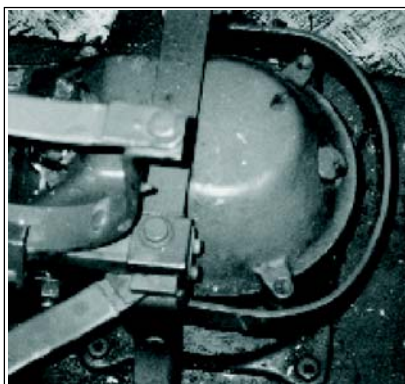

Fig 4-8. Caixa de contato contínuo
**a. Caixa de contato contínuo** (Fig 4-8) - localizada no centro do piso da torre, abaixo do canhão, tem a função de conduzir a corrente das baterias situadas na carroceria, aos diferentes instrumentos da torre. A corrente é conduzida sem cabo, pois a torre gira independentemente da carroceria, desta forma, a transmissão da corrente, é feita por pequenas escovas, com 36 pontos de contato contínuo. O botão da parte de trás da caixa, serve para fechá-la hermeticamente, quando o cartucho de sílica gel estiver ausente. O cartucho de sílica gel serve para absorver a umidade. Inicialmente ele é azul, com o uso ele fica rosa e quando estiver branco, ele deve ser substituído.